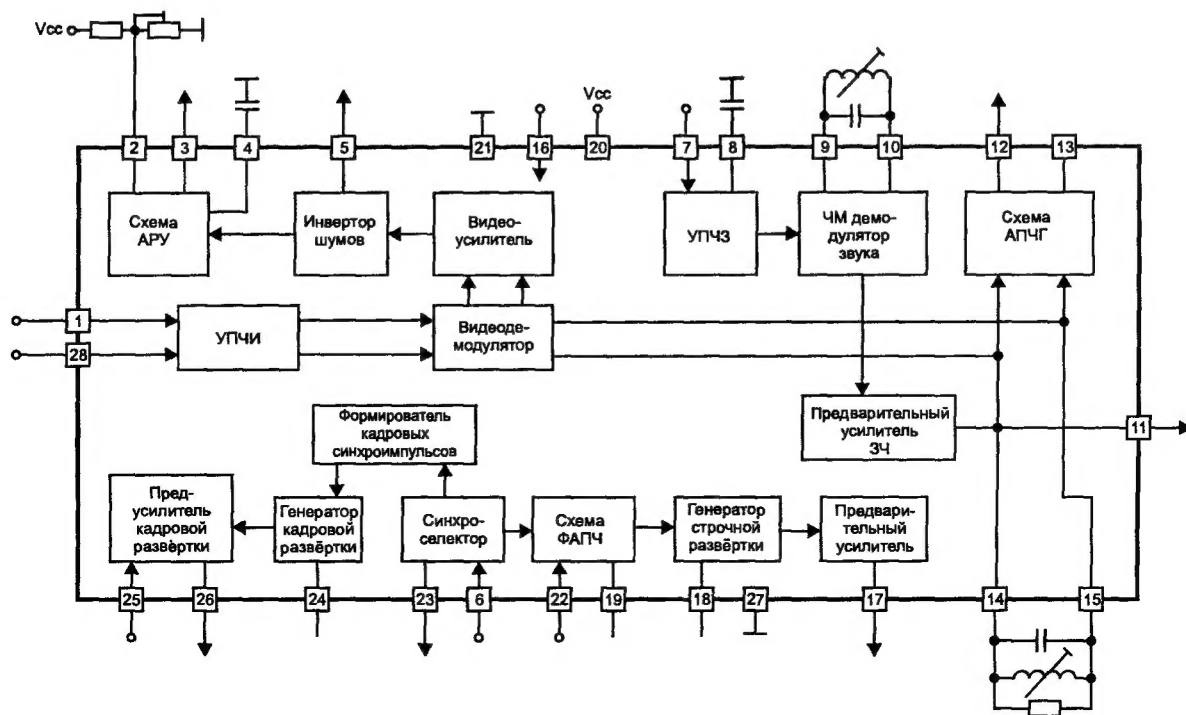

Рис. 1.4. Структурная схема микросхемы KA2915
Радиосигнал вещательного телевидения через антенну ROD ANT подается на вход тюнера UHF TUNER. На выходе тюнера VHF TUNER и при приеме сигналов диапазона MB, и при приеме сигналов диапазона ДМВ формируется сигнал ПЧ (IF). Он проходит через систему контуров T101—T103, составляющих ФСС, и поступает на входы микросхемы KA2915 — выв. 1 и 28. Внутри микросхемы (рис. 1.4) сигнал усиливается в УПЧИ и детектируется в видеодемодуляторе. К последнему через выв. 14 и 15 подключен зашунтированный резистором опорный контур T104. Этот контур является общим и для находящейся в микросхеме схемы АПЧГ, но поскольку используемые в телевизоре тюнеры не имеют системы АПЧГ, выв. 12 и 13 микросхемы остаются свободными.
Выделенный таким образом сигнал ПЧ звука усиливается в УПЧЗ и подается на ЧМ демодулятор. В его фазосдвигающей цепи взамен LC контура (как это показано на рис. 1.4) в качестве резонансного элемента используется подключенный к выв. 9 и 10 микросхемы пьезокерамический фильтр CF302. Усиленный предварительным усилителем сигнал ЗЧ через разделительный конденсатор емкостью 3,3 мкФ подается на регулятор громкости VOLUME. С движка этого регулятора сигнал ЗЧ подается на вход микросхемы LM386 (выв. 3). Микросхема представляет собой усилитель мощности сигналов ЗЧ с максимальной выходной мощностью 2 ВА на нагрузке 8 Ом и предназначена для применения в телевизионных и радиоприемниках, магнитофонах и электрофонах низкого и среднего классов.